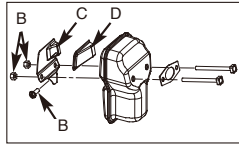

Fig. 17B
2. Ta bort de båda skruvarna som håller kåpan (C). (Fig. 17B)
3. Kassera den använda gnistfångarnät (D) och ersätt den med ett nytt.